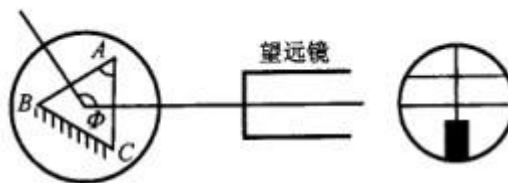

图 7.1.2-10 测棱镜顶角 A
- (2) 接通目镜照明光源，遮住从平行光管来的光。转动载物台，在望远镜中观察从侧面 AC 和 AB 反射回来的十字像，只调台下三螺钉，使其反射像都落到上十字线处，见图 7.1.2-10。调节时，切莫动望远镜仰角调节螺钉，否则将破坏其与主轴平行。注意：每个螺钉的调节要轻微，要同时观察它对各侧面反射像的影响。调好后棱镜，其位置不能再用。